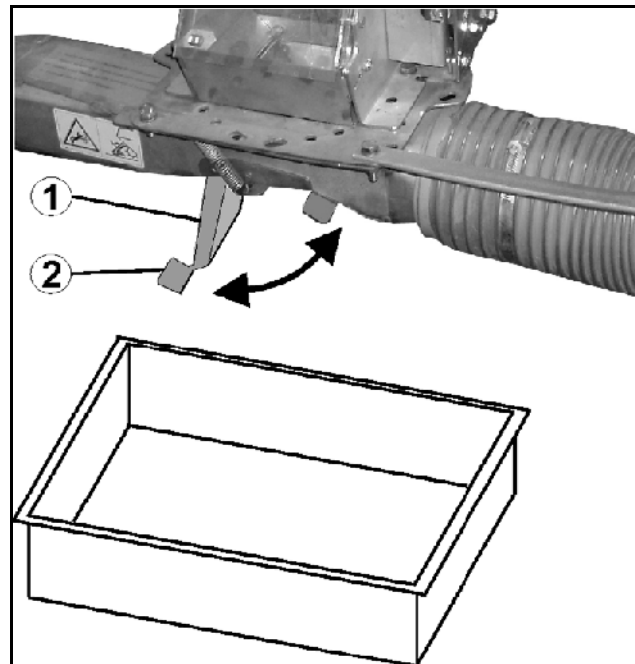

Fig. 79
Injektorschleuse durch Schwenken der Klappe (Fig. 79/1) öffnen.
Benutzen Sie zum Öffnen und Schließen der federbelasteten Klappe des Injektors nur die Lasche (Fig. 79/2) als Haltegriff.
- Injektorschleusenklappe (Fig. 79/2) schließen.